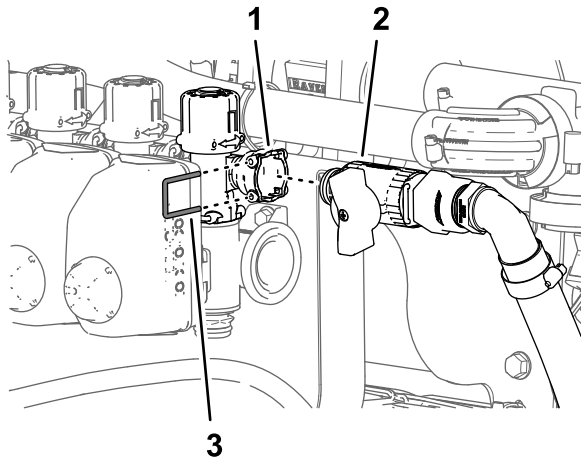

Bild 112
1. Befestigen Sie das Schnelltrennanschlussstück des Sicherheitsabstellventils mit dem Schnelltrennanschlussstück (Buchse) des Sicherheitsventils (Bild 112).
2. Befestigen Sie die Schnelltrennanschlussstücke für das Sicherheitsabstellventil und das Sicherheitsventil mit dem Halter (Bild 112), den Sie in Schritt 3 in [Positionieren der Sicherheitsventile: Maschinen mit dem optionalen Handsprühstab oder der optionalen elektrischen Schlauchtrommel](#) (Seite 45) entfernt haben.